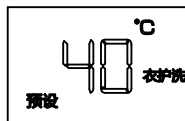

图31
3. 农护洗模式（如图31）：在待机状态下（即不开水状态），用户切换到农护洗模式时，此时热水器自动调整燃气供给量，用户可以根据自身需要调节出水温度。温度调节范围为30℃-60℃。在待机状态下（即不开水状态下），可按“@”功能键进行切换退出模式，或在使用状态下按“@”功能键退出。